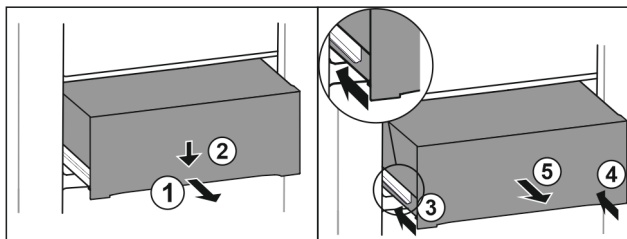

Fig. 80
- ▶ Tirer le tiroir jusqu'à mi-chemin. Fig. 80 (1)
- ▶ Appuyer sur l'avant du tiroir vers le bas. Fig. 80 (2)
- ▶ Insérer le rail gauche d'env. 2 cm. Fig. 80 (3)
- ▶ Insérer le rail droit d'env. 2 cm. Fig. 80 (4)
- ▶ Retirer le tiroir par l'avant. Fig. 80 (5)